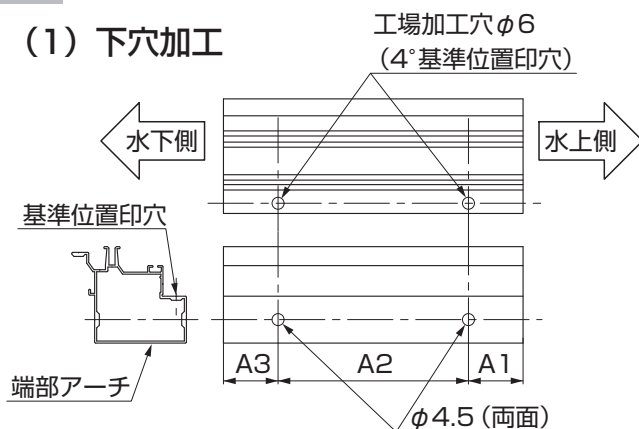

図4-4 端部アーチの下穴加工
①端部アーチにφ4.5の穴加工を行なってください。(図4-4、表4-1参照)